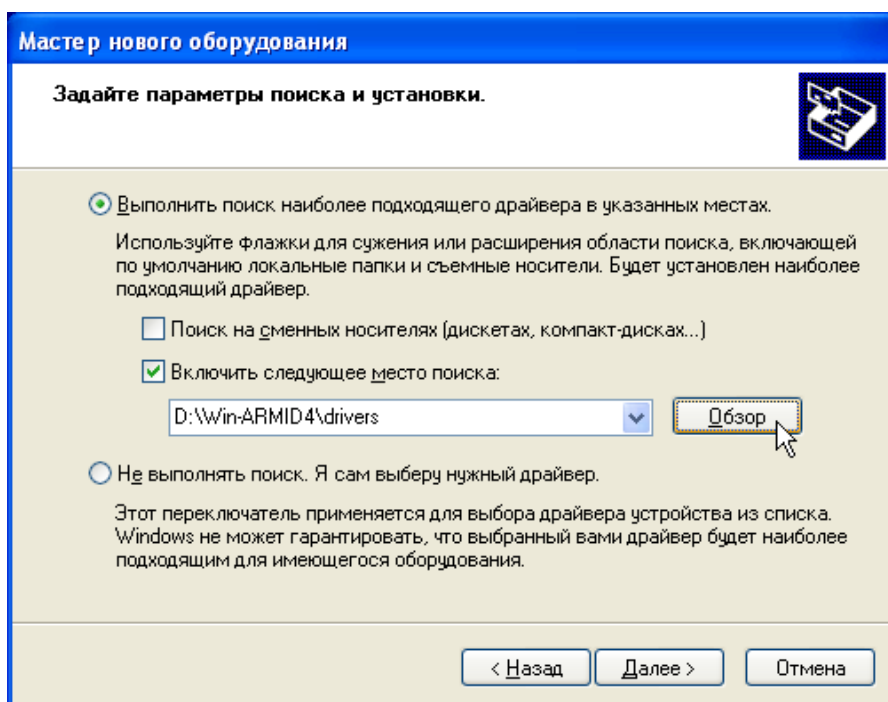

Рис.3. Окно "Поиск файлов драйвера".
2.5. Нажать кнопку "Далее", появится окно поиска файлов драйвера (рис.3). Установить флажки в полях поиска, как показано на рис.3, нажать кнопку «Обзор» и найти место расположения inf-файла драйвера, который расположен в подкаталоге `\drivers\`, находящемся в каталоге, где был установлен модуль работы с прибором ЛИДЕР-КТМ-250.